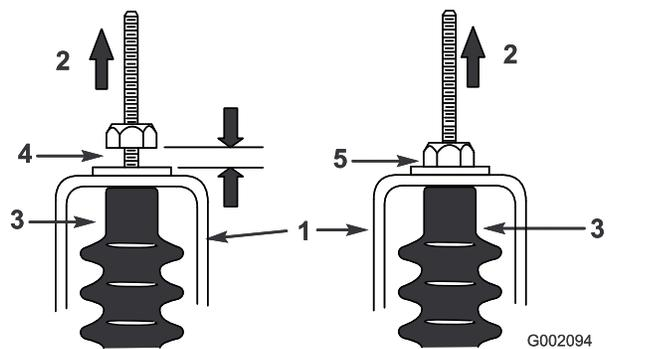

Figura 63
5. Tirate verso l'alto ciascun cavo del cambio e verificate che vi sia un gioco di 0,76–1,52 mm tra il dado con rondella e la staffa di folle (Figura 63).